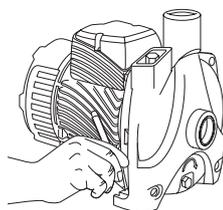

Figura 1.
1. Marca los dos orificios para sujetar la Bomba Rotoplas al piso (ver Figura 1).